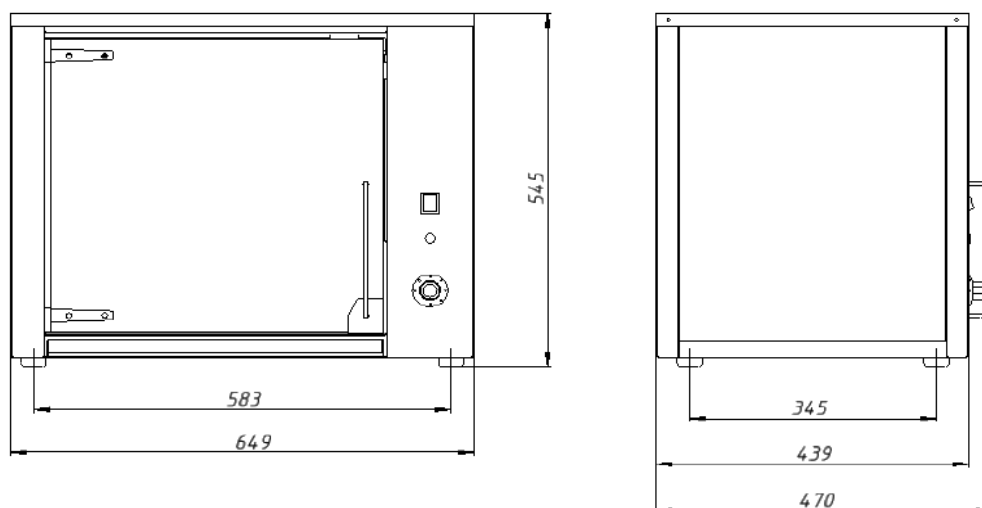

Рис.1
5.1. Основные части изделия указаны на рис. 1 и перечислены в таблице 3